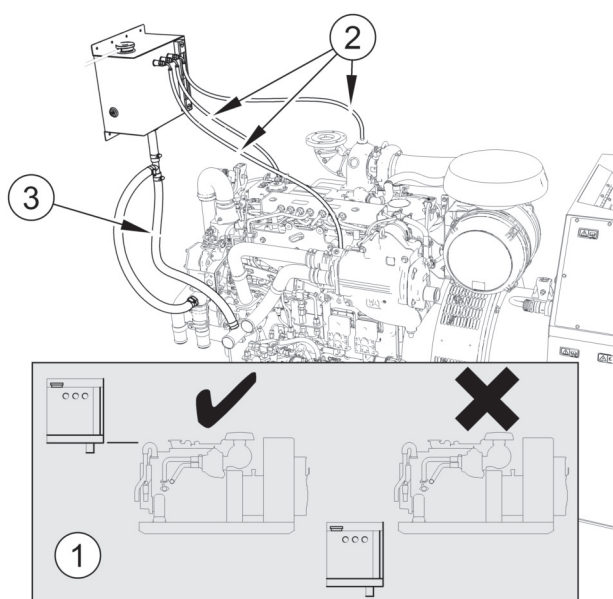

Figura 33
- 1 Instale el depósito de expansión remoto en un lugar donde la parte inferior de la unidad esté como se muestra en la figura 33.